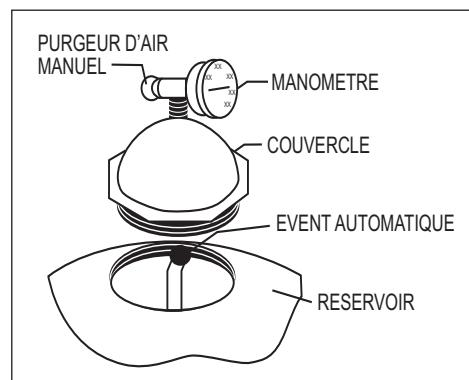

Figure 1.
- Faites pivoter le diffuseur pour le décenter dans le réservoir des TR40, 60, TR60 ClearPro, 100 & 140 en le tournant dans le sens inverse des aiguilles d'une montre. (**REMARQUE:** Le multidiffuseur ne doit pas être déplacé sur les modèles TR100HD, TR100C, TR100C-3 et TR140C, TR140C-3. Après avoir mis en place le matériau de filtrage comme indiqué plus loin, vérifiez que le haut des diffuseurs est parallèle au lit de sable.) Remplissez à moitié le réservoir d'eau. Versez d'abord le gravier pisiforme (le cas échéant), puis le sable lentement dans le haut du filtre, pour éviter que l'impact créé par le matériau de filtrage endommagé les éléments latéraux. Voir les données figurant dans le Tableau B du présent livret pour les quantités correctes de sable et de gravier. Remplacez le filtre jusqu'au niveau permettant de maintenir une hauteur au-dessus du sable constante (voir Tableau B). Faites pivoter le diffuseur pour le ramener dans sa position verticale si vous l'avez déplacé. Veillez à ce que l'évent automatique dépasse dans le haut du couvercle, comme indiqué sur la Figure 1 ci-dessous. Vérifiez que l'évent est centré dans le couvercle. Enlevez tout sable entourant l'ouverture filetée en haut du réservoir.